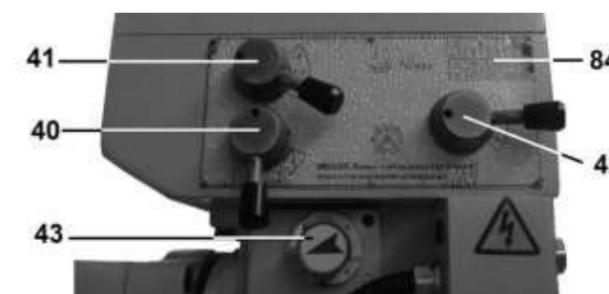

Рис. 28
10.2.2. Выбор режимов частоты вращения вертикального шпинделя (13) производится переключателями (40, 41, 42) (Рис. 28):
- (40) - (I - II),
- (41) - (А - В),
- (42) - (L - H) «низкая (L) – высокая (H)».
10.2.4. Регулятором автоподачи вертикального шпинделя (43) выберите необходимый режим автоподачи шпинделя (13) (Рис. 28).